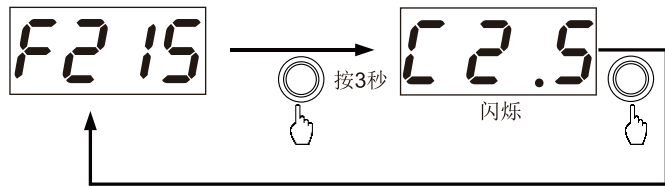
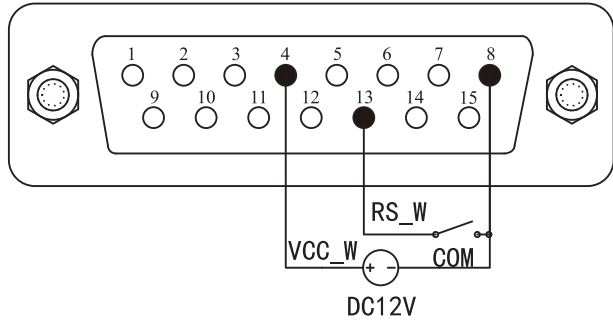

图18 分装模式
图19 电平模式外部12V供电接线图
- 在切断电源状态下，参照图18或图19，接好电路，将DB15接口连接到泵的背部接口上。